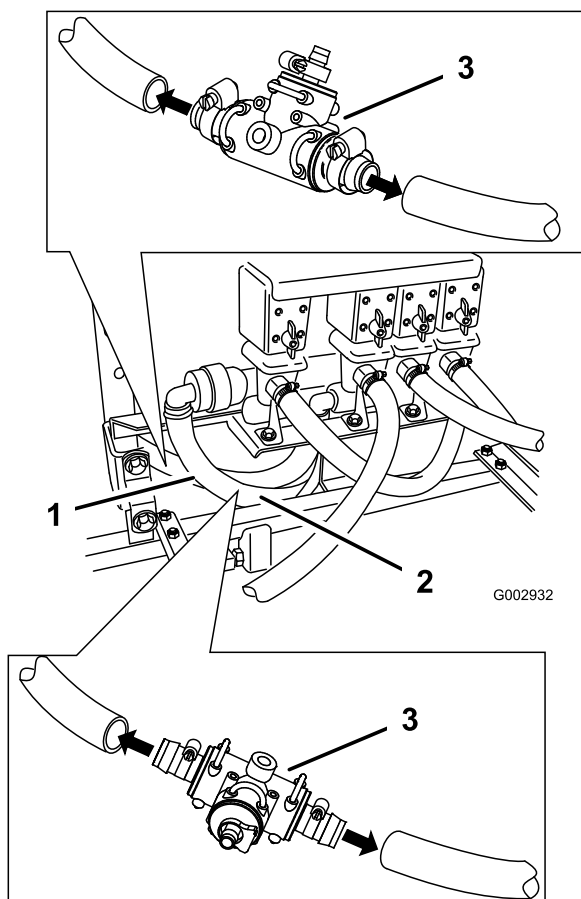

Figura 13
9. Corte la manguera de derivación en el punto intermedio entre las válvulas de los brazos y el depósito (Figura 13).
10. Usando jabón líquido en la sección dentada, introduzca un acoplamiento en T S53 entre las dos mitades de la manguera y fíjelo usando 2 abrazaderas grandes (Figura 13).
11. Corte por la mitad la manguera de alimentación de agitación (Figura 13).
12. Usando jabón líquido en la sección dentada, introduzca un acoplamiento en T S53 entre las dos mitades de la manguera y fíjelo usando 2 abrazaderas grandes (Figura 13).